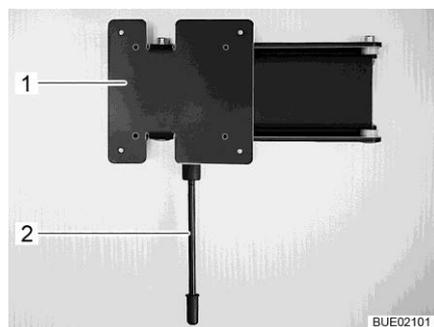

Fig. 52 Support mural
- Tirer le levier de déverrouillage (Fig. 52,1) vers le bas et faire pivoter le support (Fig. 52,2) et l'écran plat pour les amener en position souhaitée.